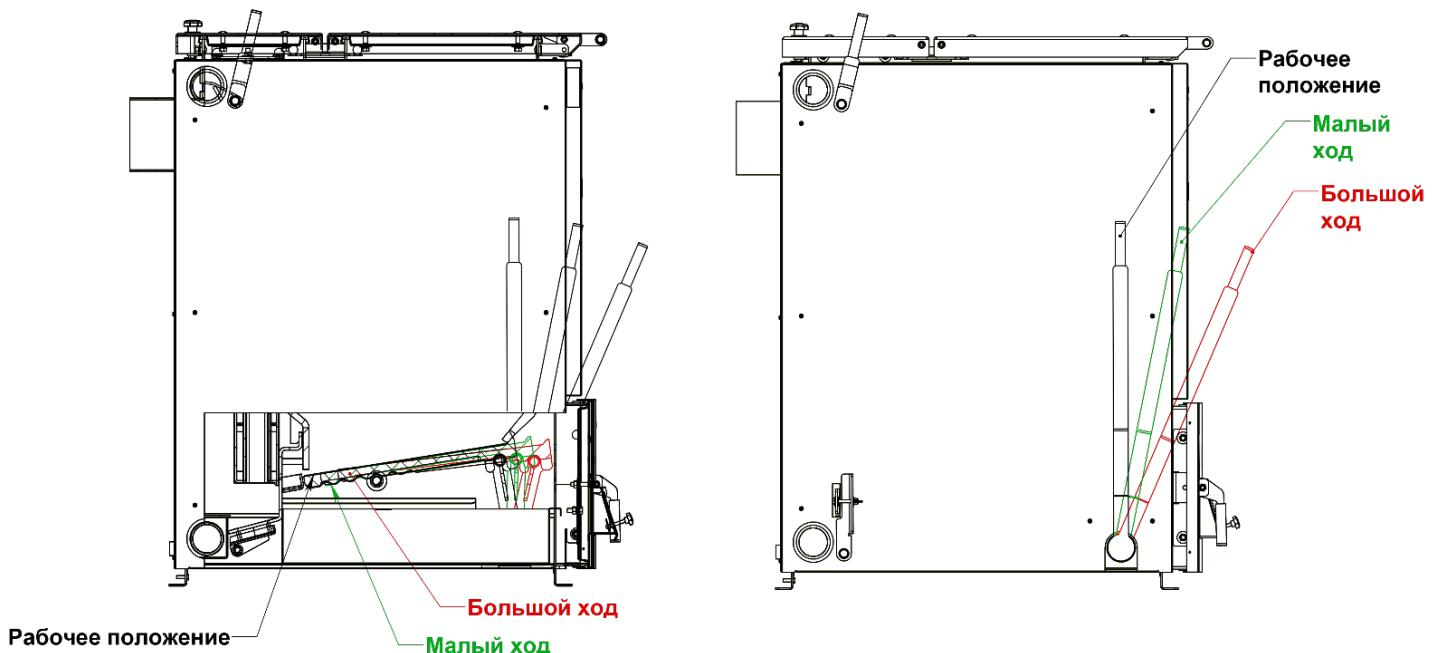

Рис. 13 Механизм привода колосников
При дозагрузке топлива необходимо удалить шлак и золу с колосников, а также разрыхлить спекшееся топливо путем большого (два щелчка вперед-два назад) либо малого хода (один щелчок вперед-один назад) механизма привода (рис.13).
4. Полностью открыть загрузочную дверцу (рис.2 поз.7). Разрыхлить угли механизмом привода колосников (шурвочным механизма) (рис.13), сбросить шлак (очистить колосники) в зольный ящик, затем очистить зольный ящик и заполнить загрузочную камеру новой порцией топлива (рис.12).
6. Установить рычаг механизма привода колосников (шурвочного механизма) в рабочее положение (рис.13).